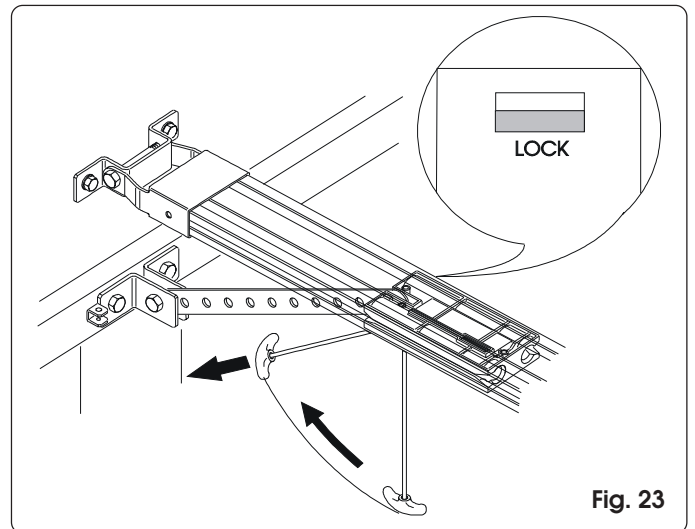

Fig. 23
- 4) Tirar de la manilla de desbloqueo horizontalmente hacia la puerta (fig. 23). Comprobar si al soltarla la ventana "LOCK" situada debajo del carro se pone de color rojo. Mover la puerta a mano hasta encontrar nuevamente el punto de enganche del carro.